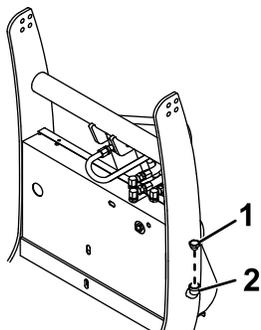

Figura 41
2. Limpie la zona alrededor del tapón de llenado (Figura 41).